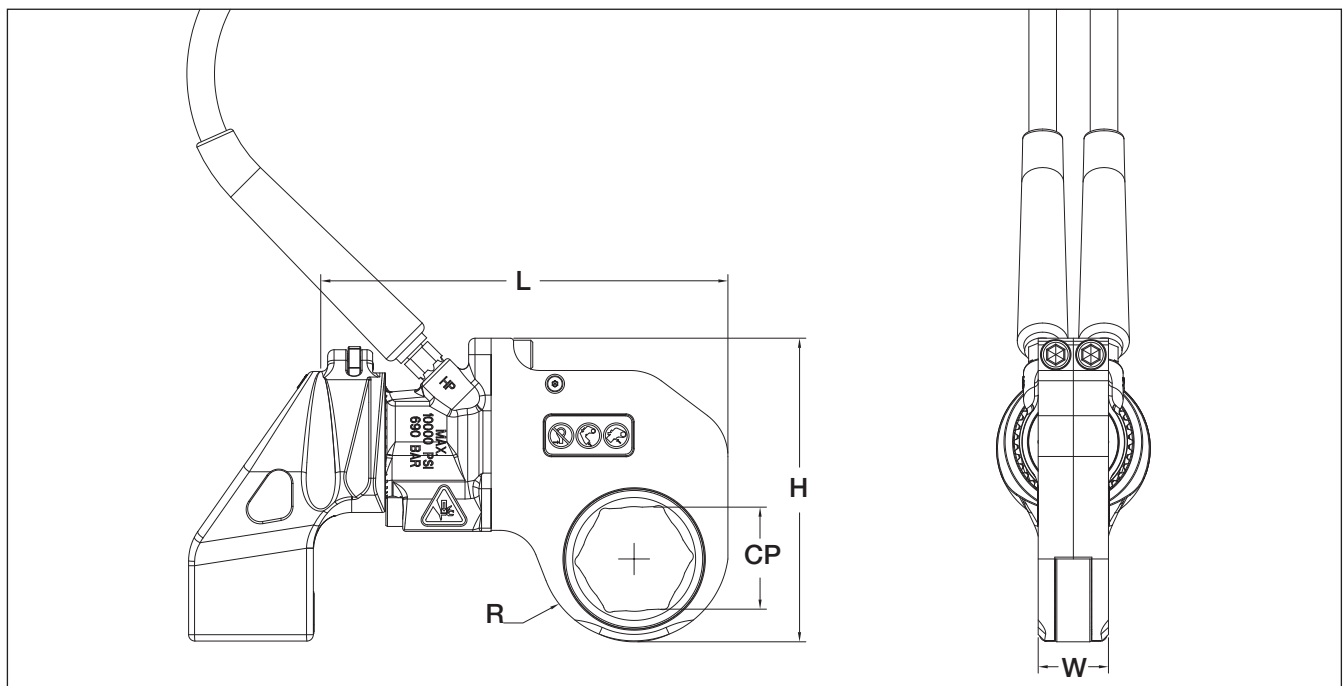

Fig. 7.1-1
7.2.1 Tableau du système impérial - Cassette hexagonale RSL (voir emplacement des dimensions CP, R, L, H et W à la Fig. 7.1-1)
(voir emplacements pour les dimensions CP, R, L, H et W à la Fig. 7.1-1)